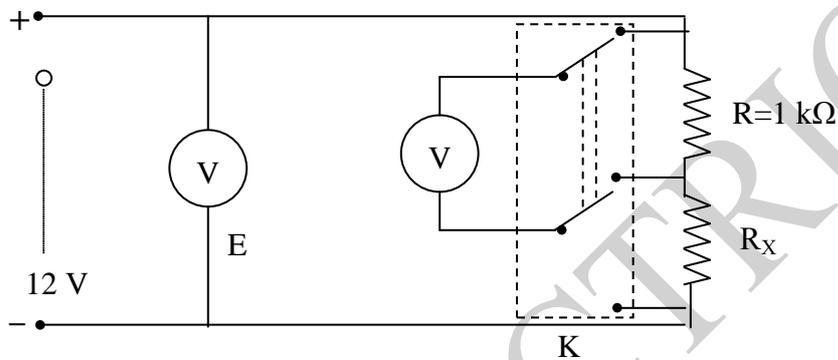

Figure 2
- Réaliser le montage de la figure 2.